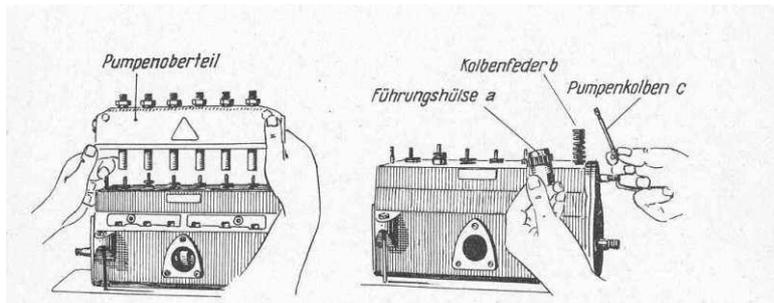

Bild 7 Das Pumpenoberteil wird langsam, gerade nach oben abgezogen (links) und die Pumpenkolben herausgezogen (rechts)
3. Die Führungshülsen a, die Kolbenfeder b und den Pumpenkolben c mit der Unterlegscheibe herausnehmen (Bild 7) Auch hier müssen alle Teile zylinderweise so abgelegt werden, wie bei der Auseinandernahme der Bosch Pumpe. Die Pumpenkolben müssen in sauberem Petroleum oder Diesel abgelagert werden.